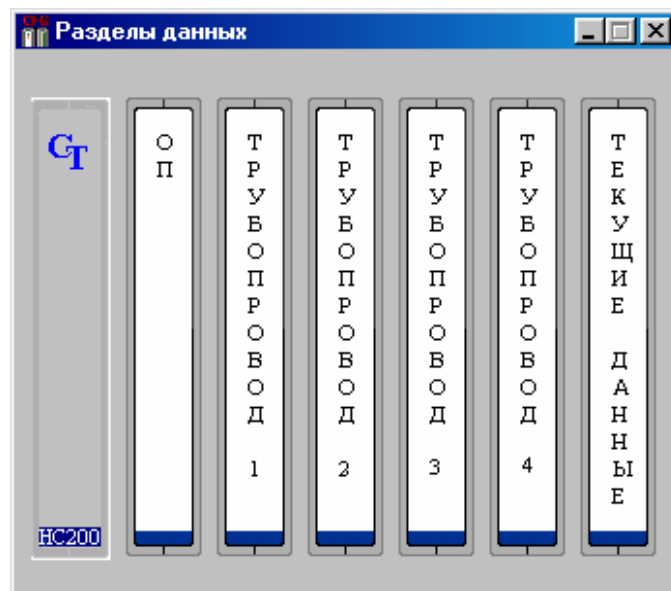
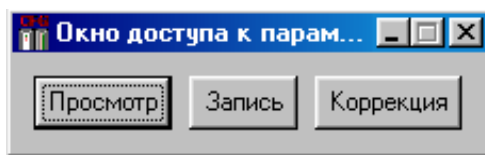
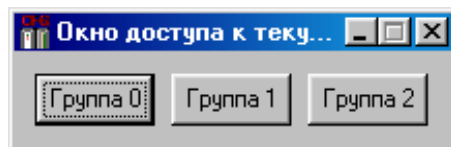

Рис. 4.2. Окно "Разделы данных"
Рис.4.10. Окно доступа к параметрам настройки
Рис.4.11. Окно доступа к текущим параметрам тепловычислителя
4.2.2.1. Подключите тепловычислитель к компьютеру и включите питание тепловычислителя. Откройте окно "Разделы данных тепловычислителя". Для этого нажмите на клавишу "Настройка тепловычислителя" в основном окне программы. На экране монитора должно появиться окно "Разделы данных", рис.4.2.
4.2.3.1. В окне "Разделы данных", рис.4.2, установите курсор на изображение одного из разделов (трубопровод 1... трубопровод 4) и нажмите левую клавишу мыши. На экране монитора должно появиться окно доступа к параметрам настройки рис.4.10.
4.2.5.1. В окне "Разделы данных тепловычислителя", рис.4.2, установите курсор на изображение раздела "Текущие данные" и нажмите левую клавишу мыши. На экране монитора должно появиться окно доступа к текущим показаниям тепловычислителя рис.4.11.